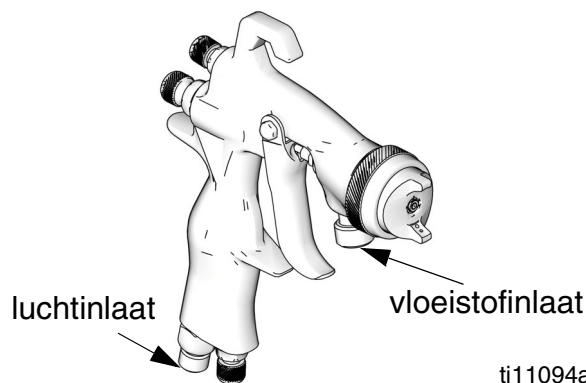

FIG. 1
4. Sluit schone, droge, gefilterde perslucht aan op de luchtinlaatfitting. Zie FIG. 1.
5. Sluit de vloeistofslang aan op de fitting van de vloeistofinlaat. Zie FIG. 1.